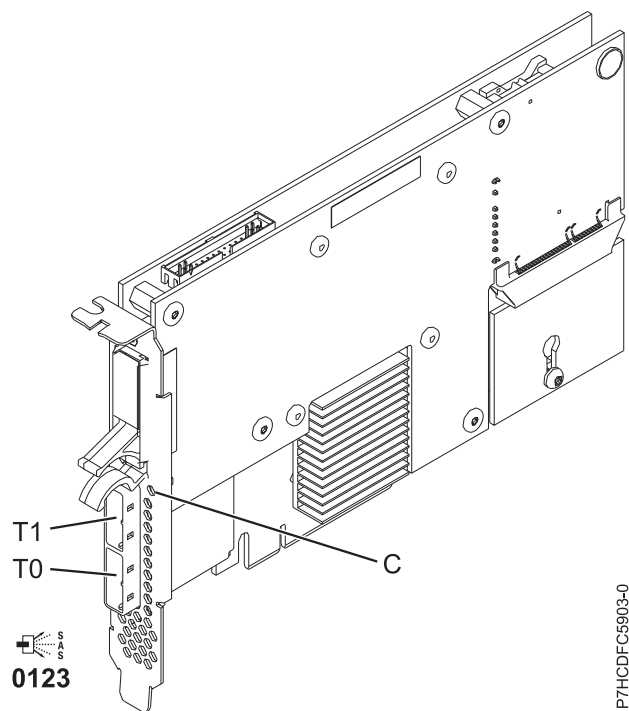

図 50. PCIe デュアル x4 3 Gb SAS RAID アダプター
5805 には、キャッシュ・データが存在する場合に明滅する LED (143 ページの図 50 の (C)) が装備されています。キャッシュ・データ表示 LED は、アダプターの上のキャッシュにデータが存在する可能性がある場合に明滅します。キャッシュ・データ表示 LED が明滅している場合は、キャッシュ・バッテリー・パックを取り替えないでください。この LED の明滅中に取り替えると、キャッシュ・データが失われます。このアダプターのキャッシュ・データ表示 LED の場所は、143 ページの図 50 で確認してください。